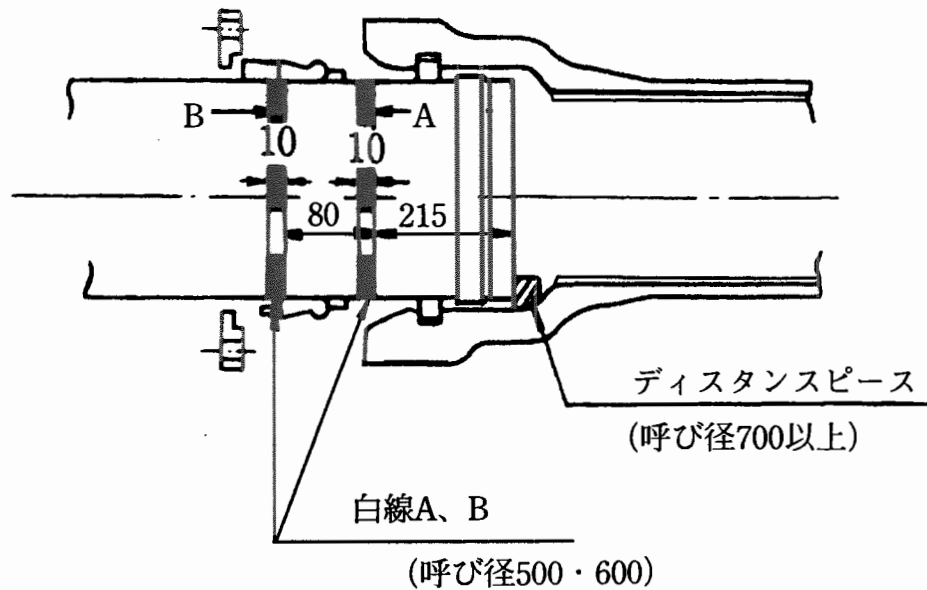

図17 挿入完了
- (2) 挿し口先端がディスタンスピースに当たるまで挿入する。ただし、ディスタンスピースを用いない呼び径500・600の管については、挿し口外面に表示してある2本の白線のうち白線A(挿し口端面側の白線)の幅の中に受口端面がくるように合わせる(図17参照)。